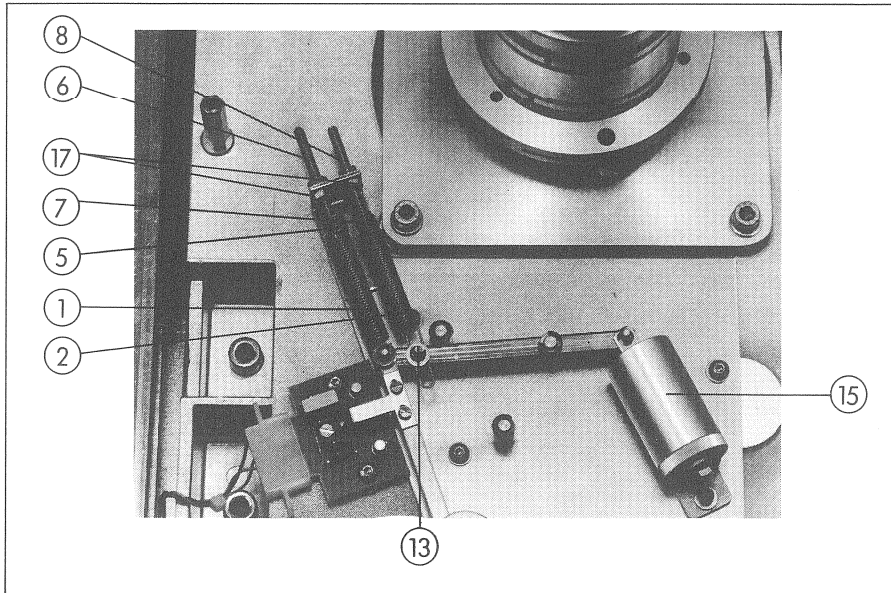

Fig. 3.5.6
Durch Drehen der Dämpfungspumpe [15] siehe Fig. 3.5.6 wird die Dämpfung des Federsystems eingestellt. Die Bandzugwaage wird bis zu einem Drehwinkel von 60° ausgelenkt und dann losgelassen. Das Zurücklaufen in die Ruhestellung muss kontinuierlich und ohne Aufprellen auf den Endanschlag erfolgen. Nach erfolgreicher Einstellung Schraube der Dämpfungspumpe mit Sicherungslack sichern.
The damping action of the spring system can be adjusted by rotating the dash pot (15) (see Fig. 3.5.6). Open tape tension sensor to a deflection of 60° and release it. The return travel to the neutral position should be smooth and the sensor should not bounce against the stop. Secure screw of the dash pot with glyptal after the necessary adjustments have been made.